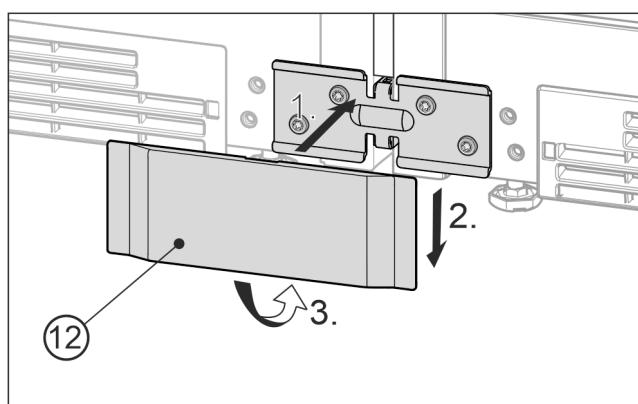

Fig. 25 Zobrazení příkladu
- Dolní kryt Fig. 25 (1) nasadte zpředu na úhelník Fig. 25 (1), zasuňte dolů Fig. 25 (2) a dole zatlačte do západek Fig. 25 (3).